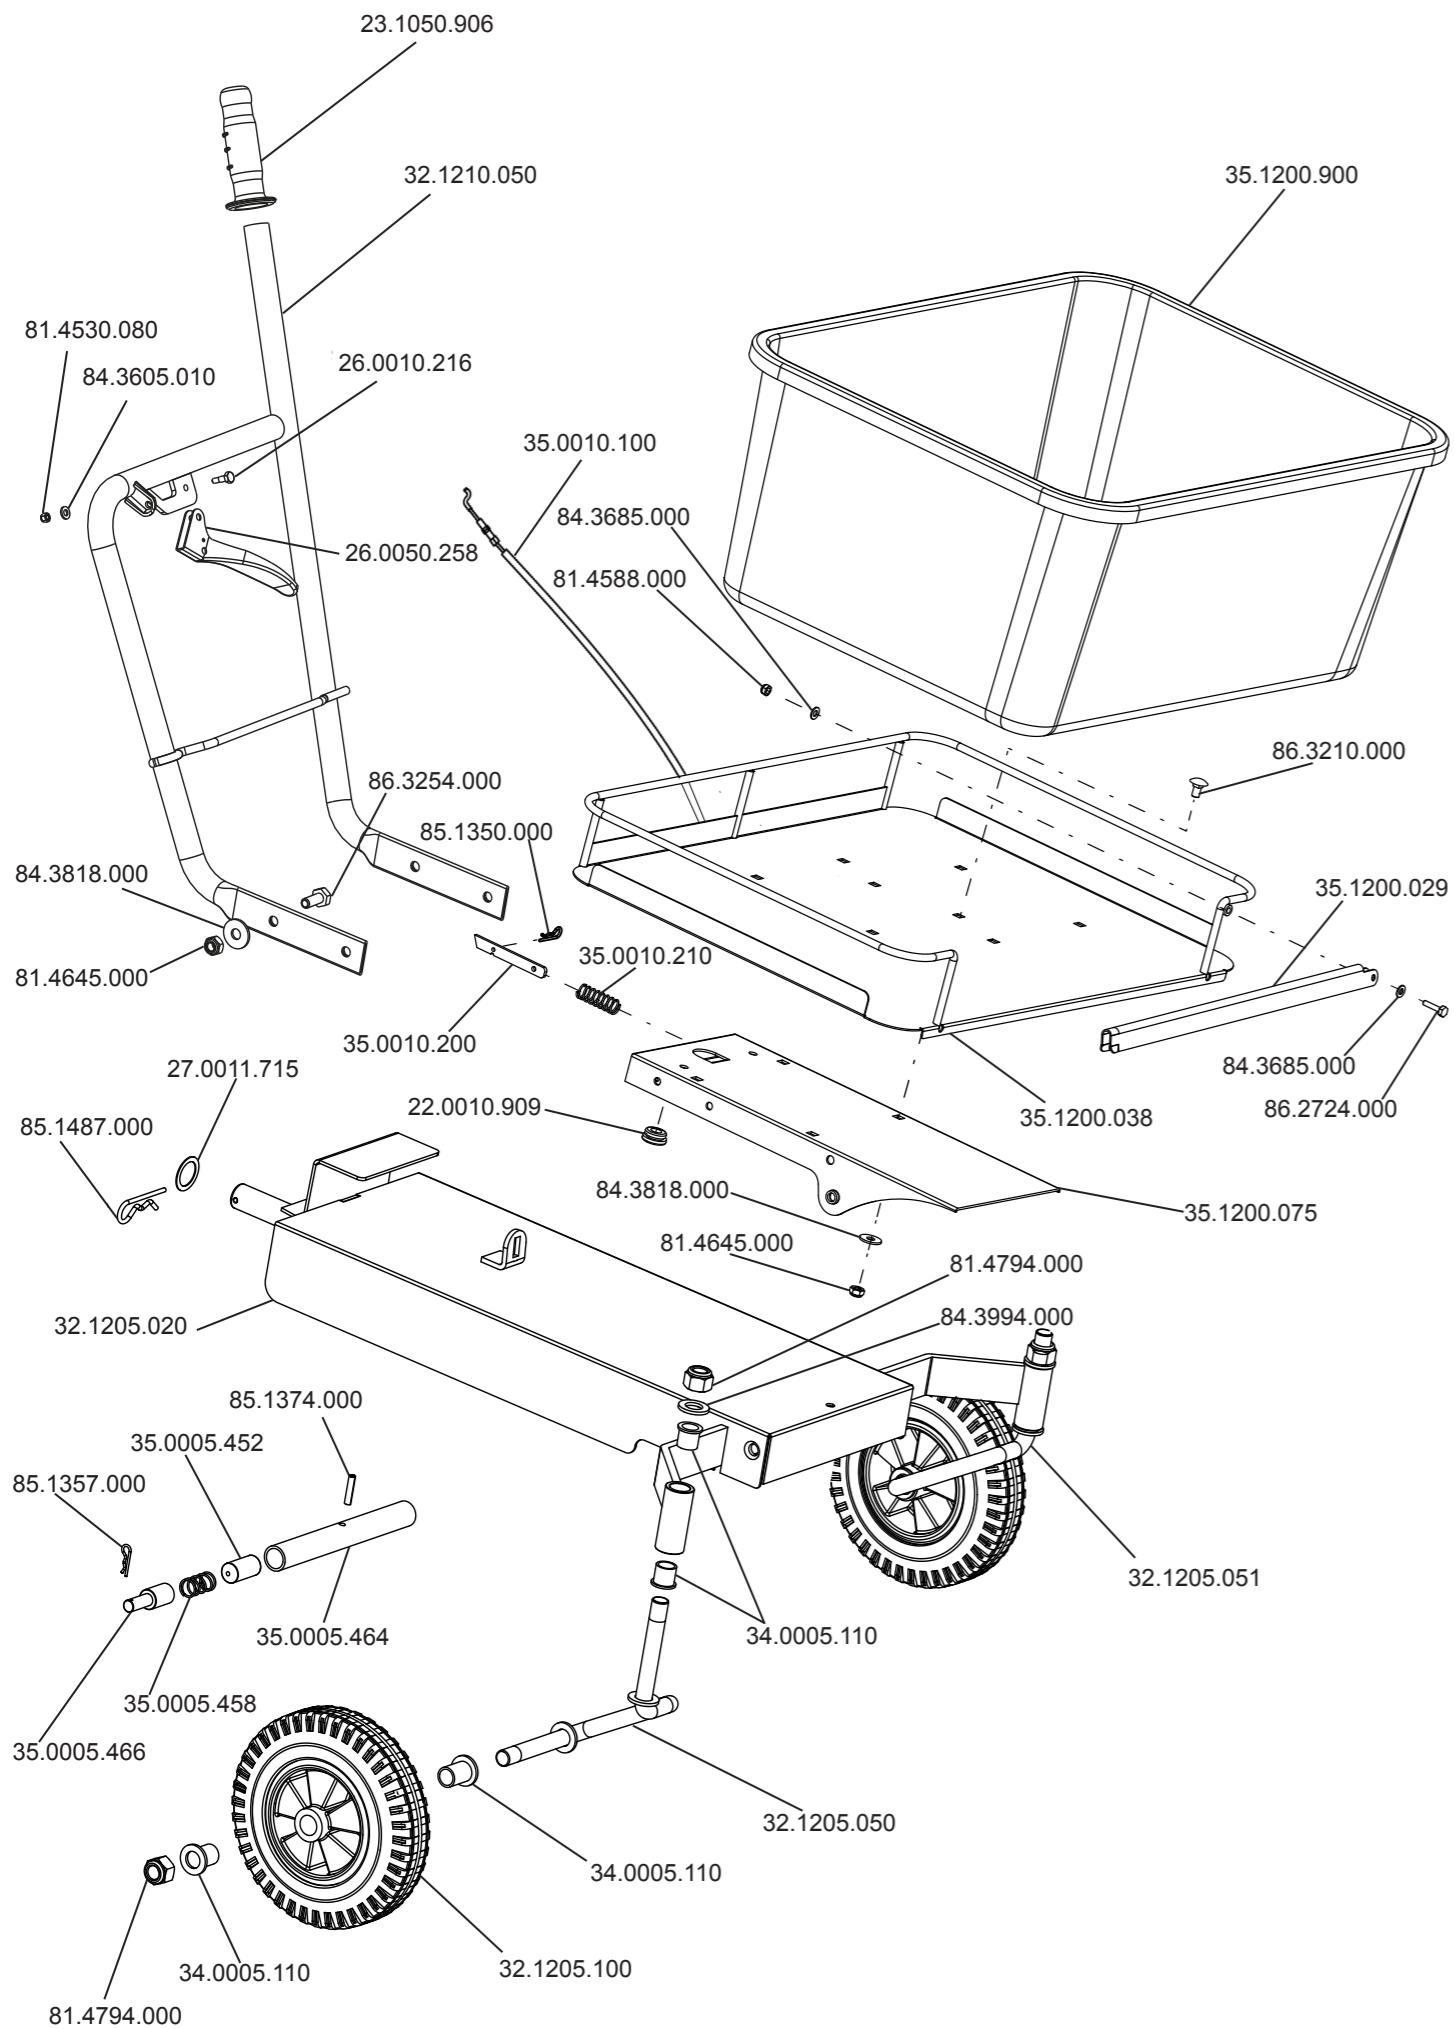

FIG. 1
**MONTAGGIO PIASTRA RIBALTABILE CON PIATTAFORMA (Fig. 1)** Prelevare la piastra e la piattaforma già assemblati fra loro (part.1) dall'imballo, sovrapporre il tutto alla macchina in prossimità dei perni di sbloccaggio (2), ed esercitando una pressione su di essi (non contemporaneamente) bloccare la piastra ribaltamento facendo passare i perni (2) attraverso i fori (3) presenti sulla piastra.
**HOW TO ASSEMBLE THE OVERTURNING PLATE WITH TANK (Fig. 1)** Take the plate and the platform (you can find them assembled in the packaging - fig. 1) lay them in the unit close to the unblock pins (2). Press on them (not at the same time) and block the overturning plate making the pins (2) to pass through the holes (3) you can see on the platform.
**MONTAGE DU CAPOT BASCULANT AVEC BAC (Fig. 1)** : Prendre le capot et le bac (vous les trouvez déjà montés dans l'emballage - part 1). Présenter le tout à l'arrière de la machine près des charnières de fixation (2) et exercer une pression sur les deux (pas en même temps). Fixer le capot basculant en faisant passer les goupilles (2) au travers des trous de charnières (3) qui se trouvent sur le capot et l'arrière de la machine.
**MONTAGE DER KIPPVORRICHTUNG MIT DER BLECH-PLATTFORM (Bild 1)** : Nehmen Sie die bereits zusammengebaute Kippvorrichtung und die Blech-Plattform aus der Ver-packung heraus (Ref. 1). Setzen Sie die Blech-Plattform auf dem Maschinenschlitten parallel übereinander in Höhe des Kippbolzens (2). Durch den jeweiligen Druck der Blech-Plattform auf die Bolzen werden diese, und zwar einer nach dem anderen mit der Platte fest verbunden (3).
**MONTAJE DE LA PLACA ABATIBLE CON PLATAFORMA (Fig. 1)** Extraer la placa y la plataforma ya ensambladas entre sí (pza.1) del embalaje, apoyar el conjunto en la máquina cerca de los pernos de desbloqueo (2), y presionándolos (no contemporáneamente) bloquear la placa de abatimiento haciendo pasar los pernos (2) a través de los orificios (3) de la placa.